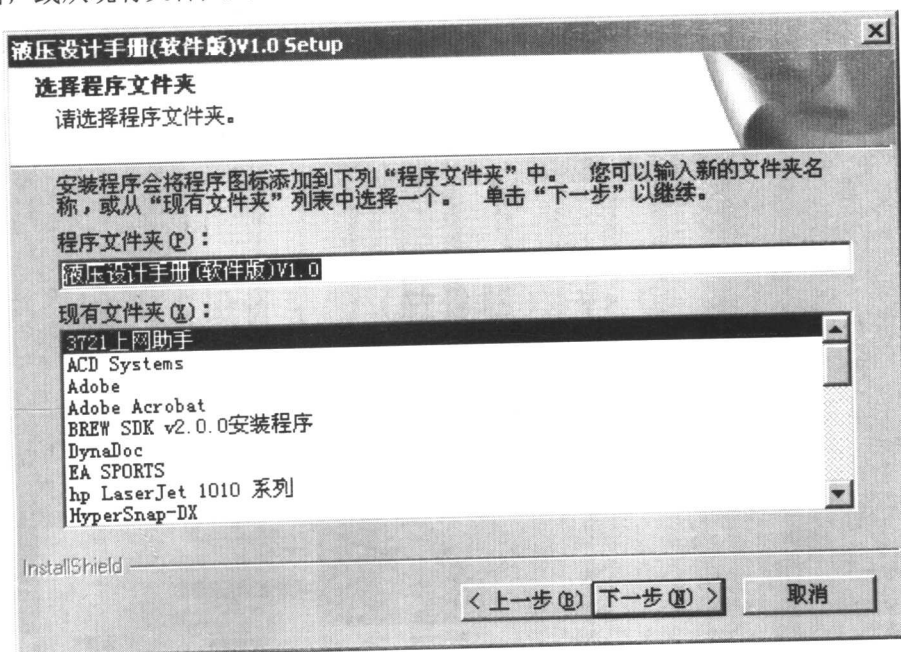

图 1.7 选择程序文件夹界面
(7) 单击“下一步”按钮, 出现选择程序文件夹界面, 如图 1.7 所示。您可以输入新的